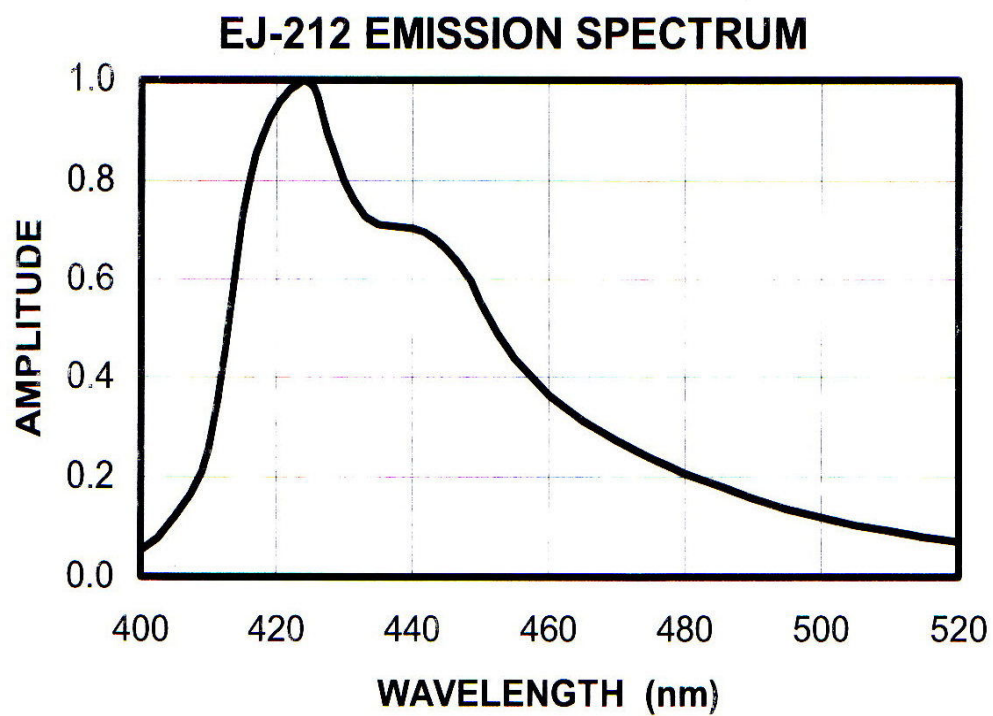

図 2 : EJ-212 EMISSION SPECTRUM
- ・ この peak は（図2）に示す ELJEN による公称グラフの peak とほぼ一致している。